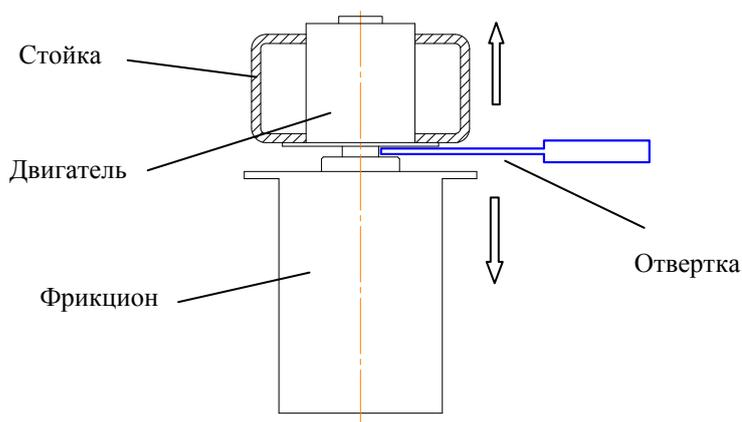

Рис. 6.7 - Снятие фрикциона с вала двигателя.
6.3.6.1 С помощью плоской отвертки снять фрикцион с вала двигателя (рис.6.7).